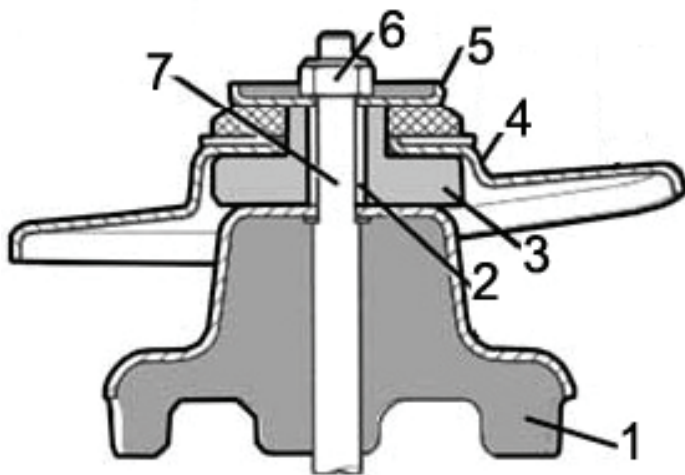

Fig. 10
- Einzelteile des Federbeins abnehmen (Fig. 10).
- Remove the components of the suspension strut (Fig.10).
- Retirer les pièces détachées de la jambe de force (Fig. 10).
- Desmontar las partes individuales de la columna de suspensión (Fig. 10).